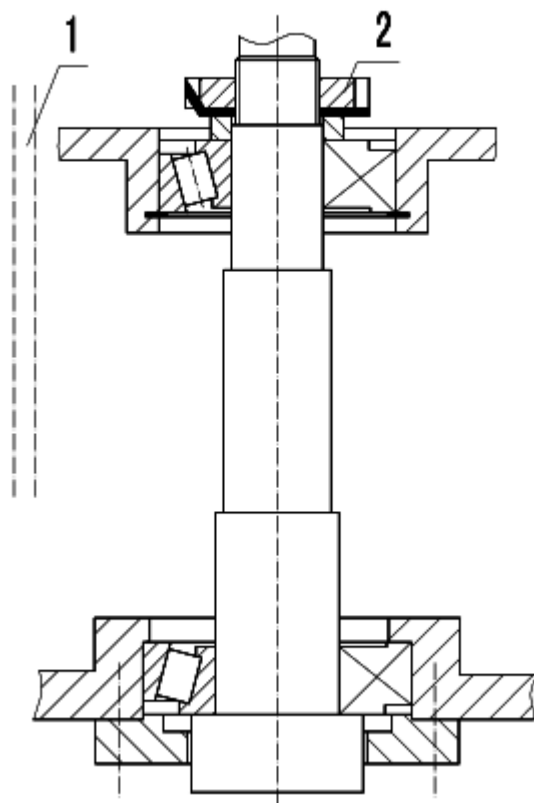

Рис. 6
Люфт подшипников шпинделя был отрегулирован до отгрузки станка с завода. Долговременное использование станка вызывает естественный износ подшипников шпинделя и увеличение люфта. Попросите специалиста отрегулировать его. Сначала снимите крышку (1, рис.6) с правой стороны колонны. Прежде всего, отогните зубья плоской стопорной шайбы под круглой гайкой, отрегулируйте круглую гайку (2), сделайте надлежащий люфт шпинделя, затем загните зубья стопорной шайбы, установите крышку (1).